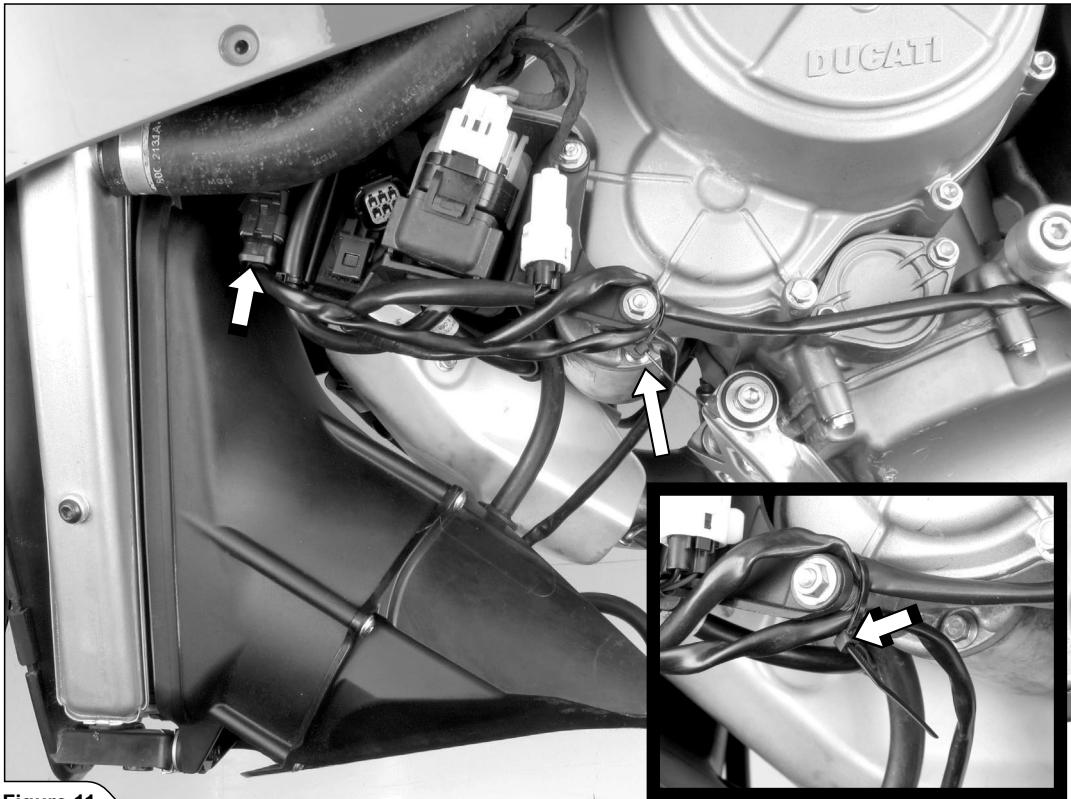

Figure 11
7. 冷却ファンのコネクターを再び接続し、Akrapovič 取り付けキット内のクランプを使用して電気ケーブルを図のように固定します（図 11）。